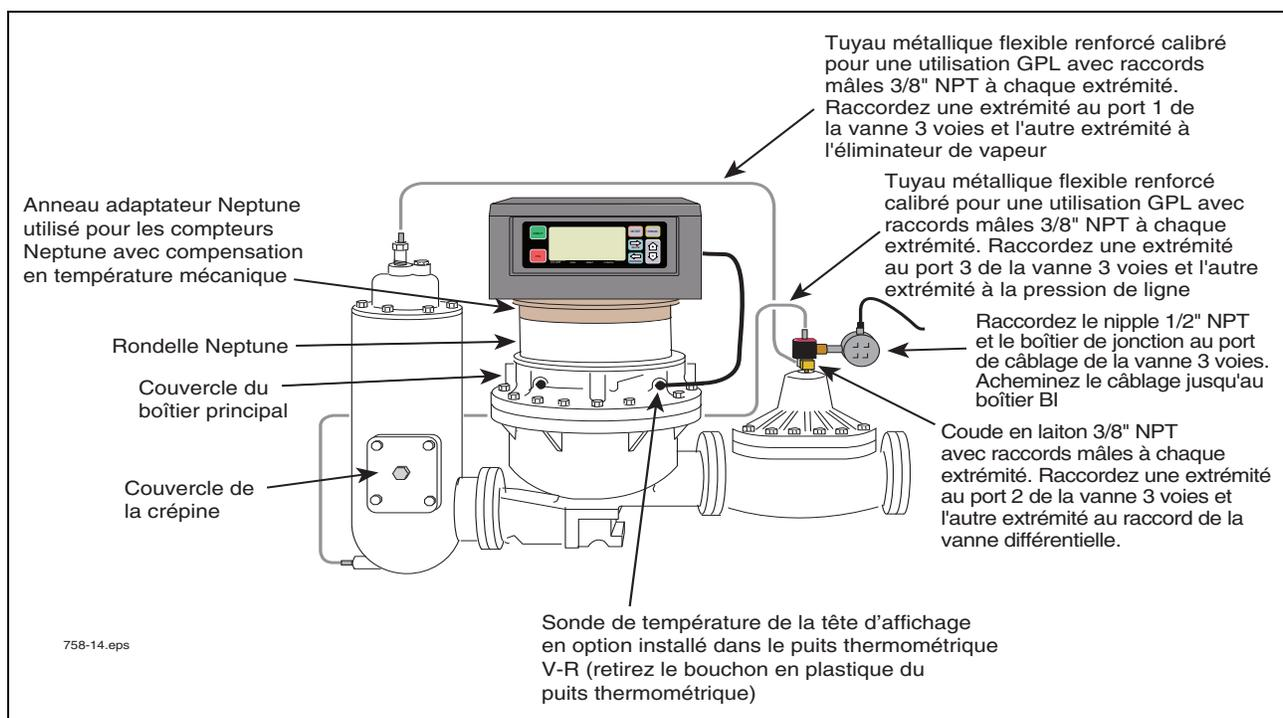

Figure 14. Exemple d'installation de sonde de température dans le couvercle de boîtier principal
5. Retirez l'indicateur de compteur mécanique et les (4) boulons du compensateur de température. Retirez l'assemblage du mécanisme de compensateur.
7. Placez l'adaptateur V-R (réf. 333746-001) au-dessus de la rondelle et montez-le à l'aide de (4) boulons (réf. 510500-325) avec rondelles frein [voir Figure 14].